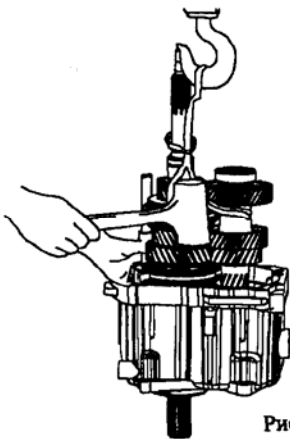

Рис. 6.14. Демонтаж валов
-для упрощения демонтажа закрепите вторичный вал, промежуточный вал и вал переключения передач веревкой или ремнем и подвесьте (рис. 6.14);
14. После нагревания произведите демонтаж валов, слегка ударя по заднему картеру резиновым молотком (см. рис. 6.14).